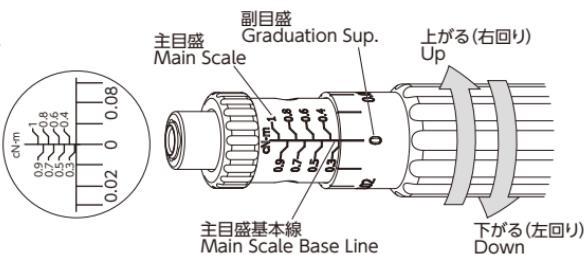

図5 Fig.5
- ② $0.7\text{cN}\cdot\text{m}$ の時(図5)、右回りで副目盛を0から0.02へ回転させると、 $0.72\text{cN}\cdot\text{m}$ となります。(図6)
2. From the setting of $0.7\text{cN}\cdot\text{m}$ (Fig.5), turning the minor scale clockwise to the scale marking of 0.02 sets $0.72\text{cN}\cdot\text{m}$ (Fig.6).